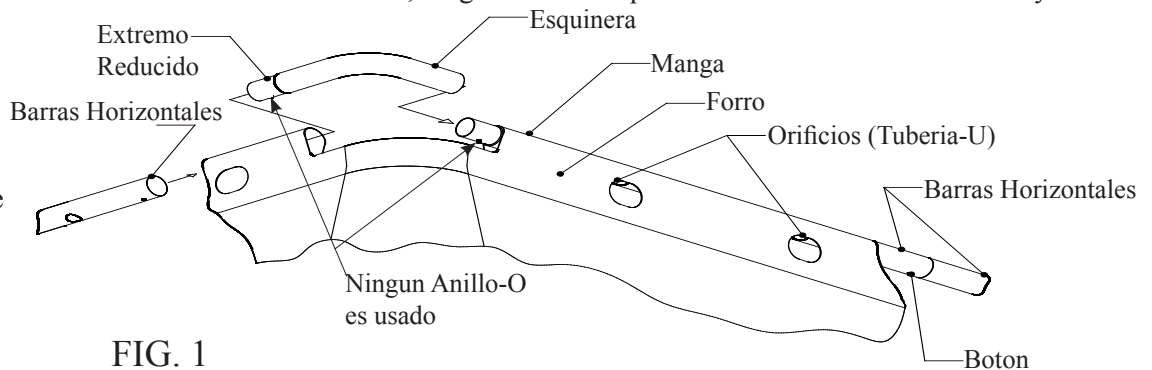

FIG. 1
2. Localice las cuatro piezas de metal (Piezas Esquineras) de la tubería Fig. 1., luego coloque una en cada esquina de la alberca. Ahora localice las (Barras Horizontales), inserte un (Anillo-O) vea Fig. 2, en cada extremo reducido solamente para unir las barras longitudinalmente, **Nota:** ningun Anillo-O es usado en los extremo de las Barras Horizontales para anexarlas en las piezas esquineras o en las piezas esquineras en si, por favor vea en la pagina 5 el diagrama de ensamblado para una ubicacion adecuada de los Anillos-O. Coloque la mitad de las cortas en cualquier (extremo de la alberca) y la mitad de las largas a lo largo (del lateral de la alberca), éstas junto con las (Piezas Esquineras) forman el marco de soporte de la alberca. Comience deslizando las (Barras Horizontales) dentro de la manga (**asegurándose de que trabaja en dirección a las manecillas del reloj alrededor de la alberca con todas las partes reducidas apuntando en sentido de las manecillas**) vea Fig. 1 y consulte "Revisión de todas las partes de Ensamble del Marco" mostrado en la página 5.
Conecte las (Barras Horizontales) juntas presionando el boton mientras inserta una barra dentro del extremo de otra barra. Mire a través del orificio de seguridad en la barra mientras las une, ligeramente gire las barras hasta que el boton se alinee con el orificio y bote hacia arriba, asegurando el extremo de esa barra dentro del extremo de la otra barra. Repita este procedimiento para las Barras horizontales restantes, asegurandose de que los orificios en las barras se alineen con las aberturas en la manga de la alberca Fig. 1 estos orificios se usan para los soportes de la Tuberia-U (extremos y laterales). Enseguida instale las piezas esquineras (de nuevo trabajando en sentido de las manecillas con los extremos reducidos apuntando en sentido de las manecillas), deslicelas juntas y repita este procedimiento para todas las esquinas, en la ultima esquina puede ser necesario levantar la conexion final en angulo para permitir que las tuberias entren en cada una lentamente bajando los extremos de nuevo a planos, despues deslizandolos juntos hasta que entren completamente, ahora revise de nuevo todas las conexiones de la (Barras Horizontales) y las (Piezas Esquineras) en este momento.